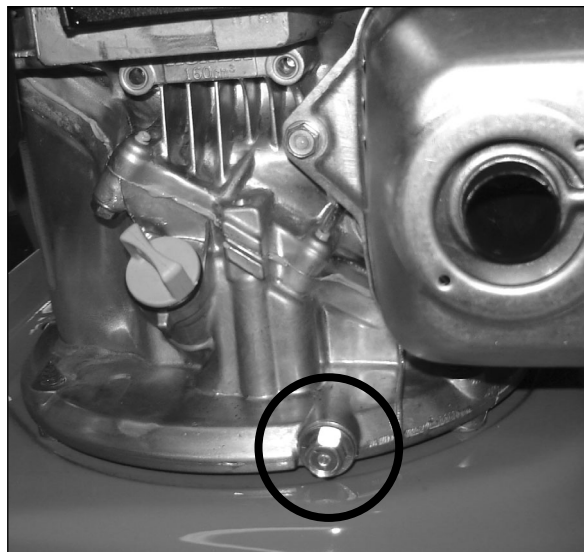

Figure 13 - Site de drainage d'huile
2. Trouver et quitter le tapon de drainage de l'huile du moteur (voir figure 13).